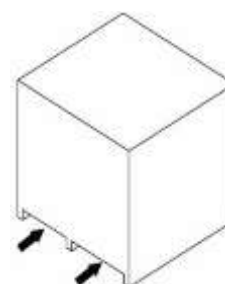

Fig. 2-4
4. Introduire les fourches aux points prévus (voir figure 2-4).